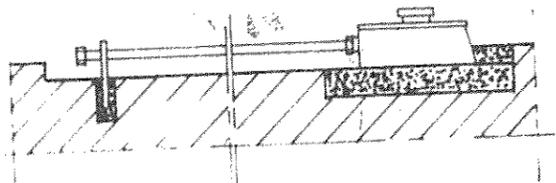

Рис. 2
- б/ Установить выверочные клины на гнезда, зафиксировать направляющую удлинителя цементом и укомплектовать закладку цементным раствором вокруг выверочных клиньев заподлицо пола /смотри рис.2- /.Затем ждать затвердевание.